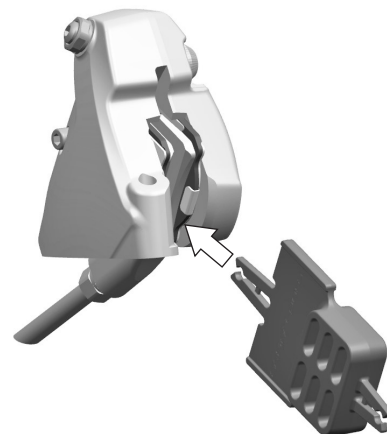
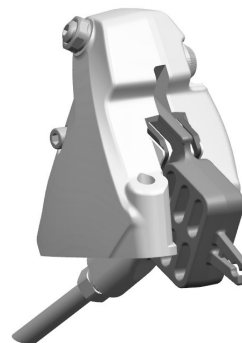

Fig.18
Fig.19
- Nel caso in cui dobbiate smontare le ruote dalla bicicletta, assicuratevi di aver inserito l'attrezzo per il trasporto (Fig. 18 / Fig. 19) che impedisce, in caso di azionamento accidentale delle leve freno, l'avvicinamento delle pastiglie del freno e quindi l'impossibilità di inserimento del disco.